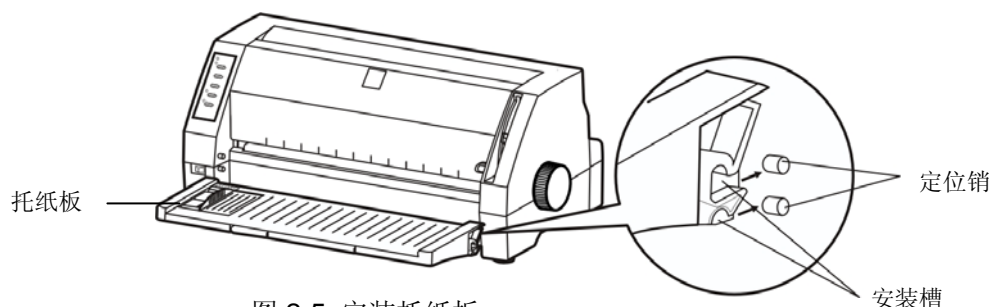

图 2-5 安装托纸板
1. 双手握住托纸板两端，将托纸板两外侧的安装槽对准机外壳前内侧的定位销（如图 2-5 所示）后，向前推入。
3. 向外拉起前压纸杆，将其置于打印机前上方（如图 2-5 所示）。